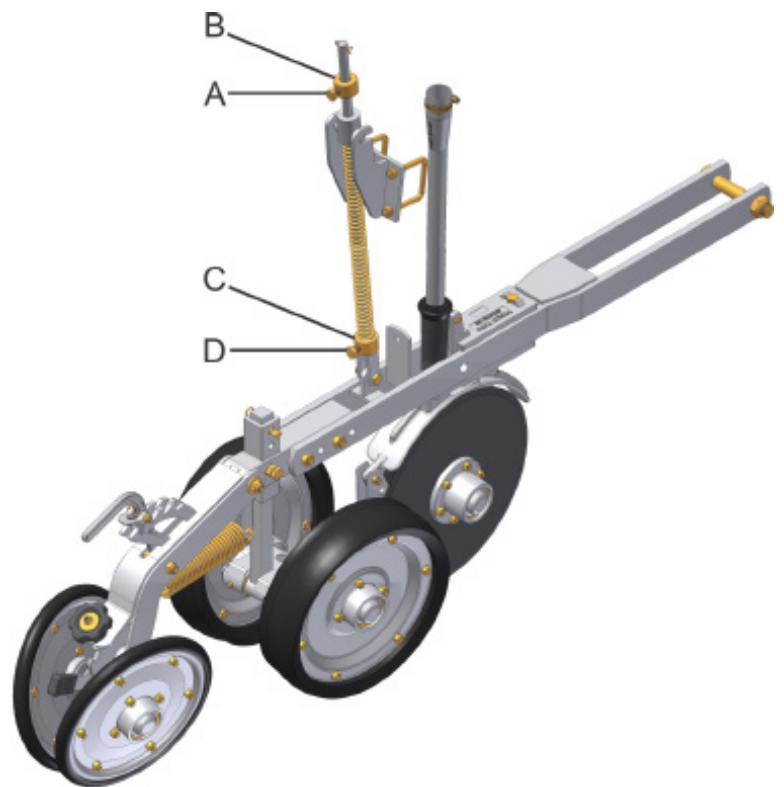

fig. 35
Para obtener una mayor amplitud (oscilación de altura) de los discos dobles de la semilla, Baje la máquina, afloje el tornillo (A) (fig. 35) del batiente (B), moviéndolo para arriba aumentará la amplitud, y hacia abajo se disminuirá la amplitud.